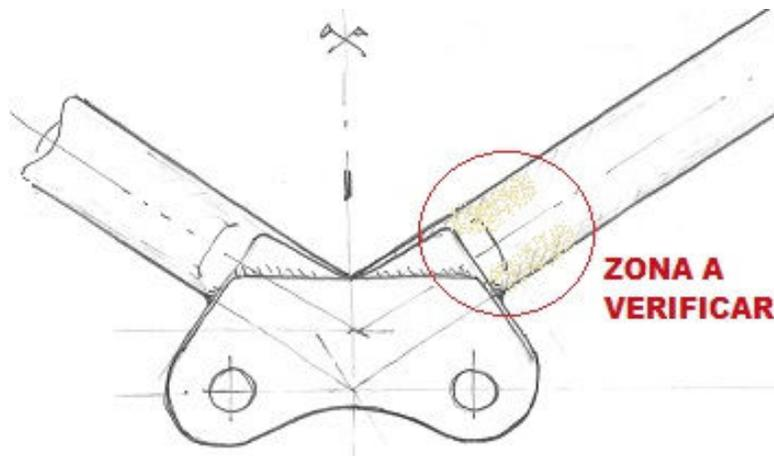

FIGURA 1
- d. Inspeccionar mediante la técnica de Tintas Penetrantes Fluorescentes los cordones de soldadura y las zonas próximas a ellos, en el nudo que une los tubos que conforman el conjunto (zonas que se muestran en la FIGURA 1), en busca de fisuras.
NOTA: Tener presente que las piezas que constituyen el conjunto, particularmente el herraje dónde se fijan los portasandows, pueden ser distintas a las indicadas en el croquis de la FIGURA 1, tal como se las ve en la FOTOGRAFÍA 1.